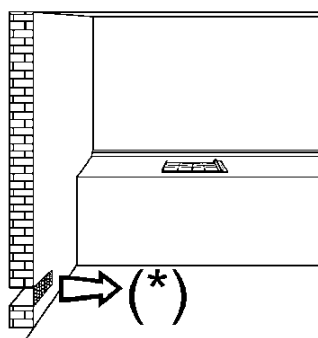
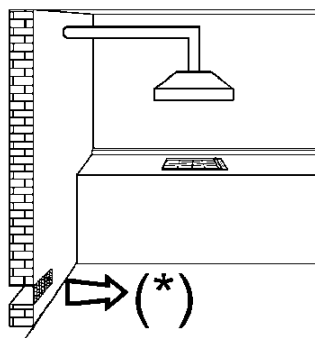
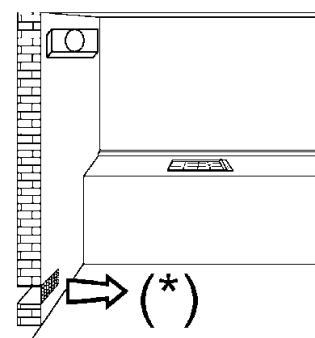

FIG. 3
FIG. 4
FIG. 5
- el uso de un aparato de cocción a gas produce calor y humedad en el local donde ha sido instalado. En consecuencia, es necesario garantizar una buena ventilación del local manteniendo libres de obstáculos las ranuras de ventilación natural (fig. 3) y activando un dispositivo mecánico de ventilación (campana de aspiración o electroventilador fig. 4 y fig. 5).